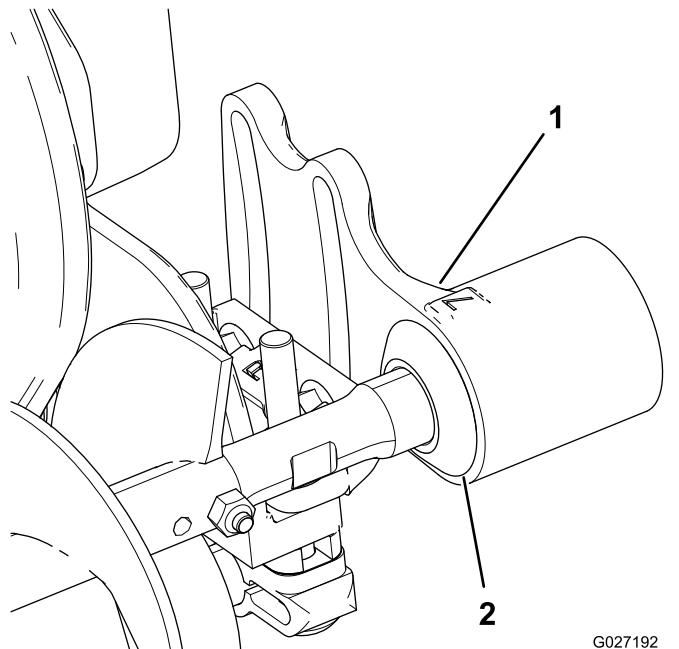

Figura 7
- Deslice el retén hacia el exterior hasta que los sellos toquen ligeramente el alojamiento de cada cojinete (Figura 7).